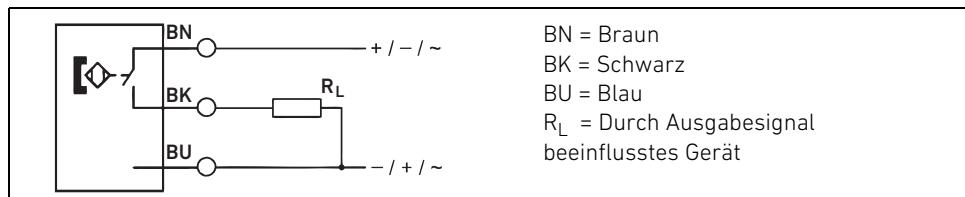

Abb. 8: Anschluss des Sensors
5. Schließen Sie die Sensoren wie in Abb. 8 gezeigt an.
3. Positionieren Sie den Sensor im Sensorhalter und schließen Sie ihn gemäß Abb. 8 auf Seite 16 an.